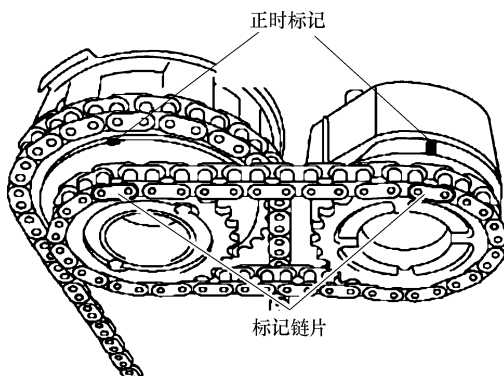

图 24-53 安装 2 号正时链条并对齐标记
③ 按照图 24-53 所示,把 2 号正时链条上的黄色标记链片与凸轮轴正时齿轮上的正时标记和排气凸轮轴正时齿轮上的正时标记对齐。将 2 号正时链条安装到上述齿轮上。